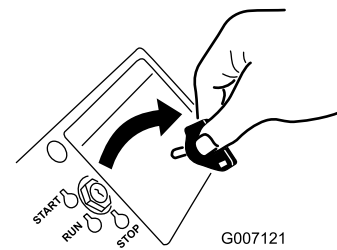

Figure 27
4. Enlevez la clé de contact (Figure 27).